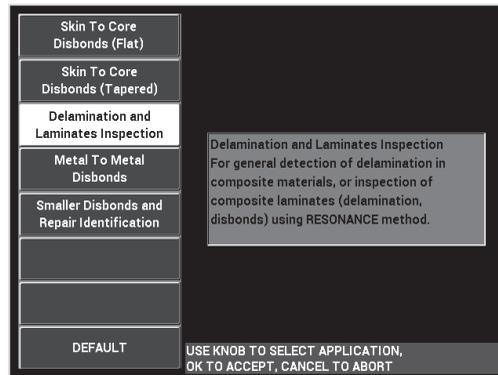

Abbildung 6-46 Anwendung Verbundwerkstoffe
3. Wählen Sie die Anwendung **Verbundwerkstoffe** aus und drücken Sie zur Bestätigung auf  (siehe Abbildung 6-46 auf Seite 169).